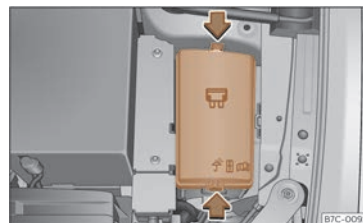

Fig. 195 En el vano motor: tapa de la caja de fusibles.
- Presione las pestañas de bloqueo para desbloquear la tapa de la caja de fusibles >>> **fig. 195.**